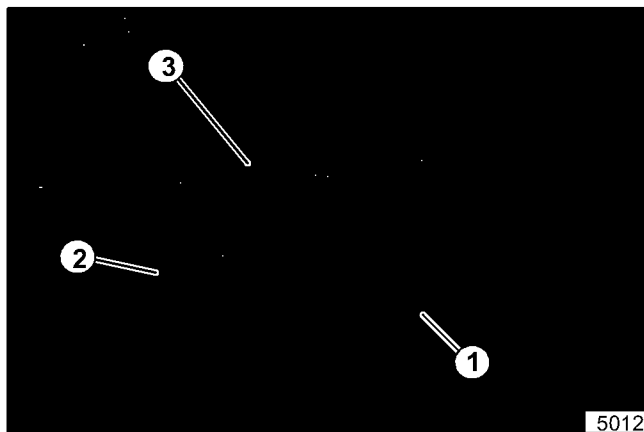

Abbildung 19. Getriebe und Anbauplatten
3. die Befestigungsteile gelöst werden, die die Anbauplatte (welche die Spindeltriebsscheibe stützt) und die Lagestütze sichern (siehe Abbildung 19).